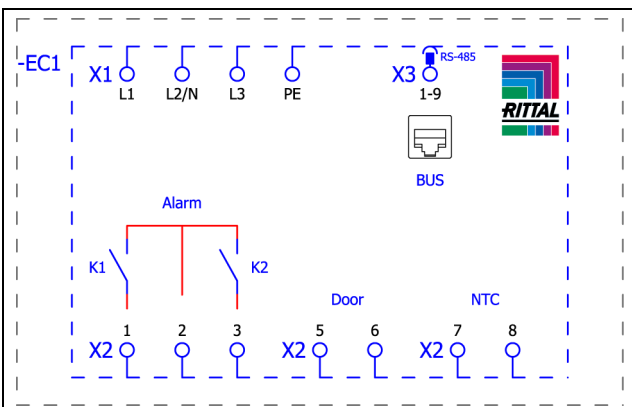
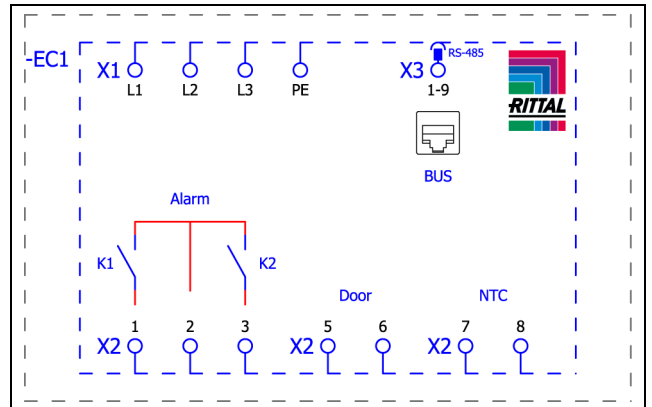

Imagen 17: Esquema de conexiones SK 3484837, SK 3485x3x, SK 3486x3x y SK 3487x3x
Imagen 18: Esquema de conexiones SK 3488x4x y SK 3489x4x
- Utiliza el conector de red de la bolsa de accesorios y realice la alimentación a red según el esquema de conexión correspondiente (imagen 17 o imagen 18).